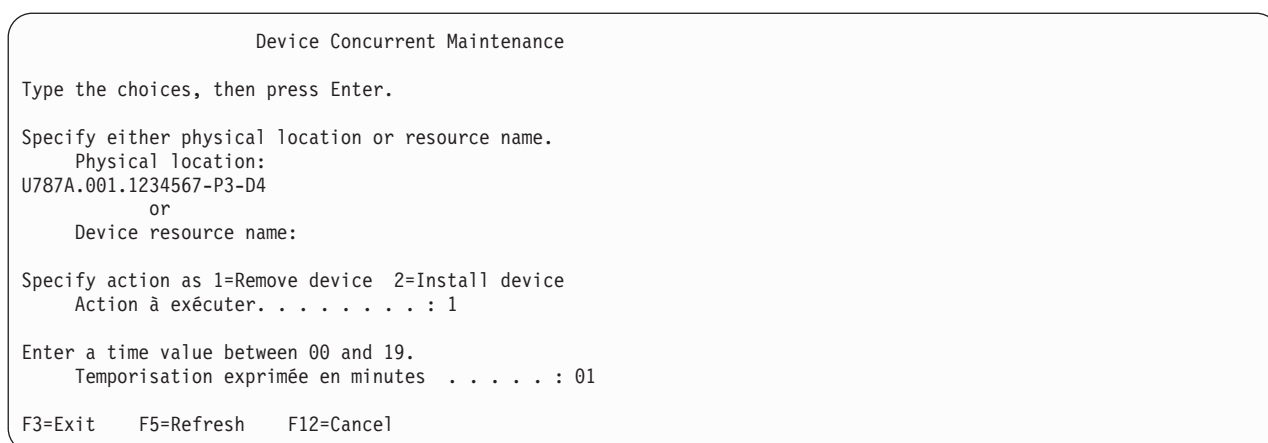

Figure 78. Exemple d'écran Device Concurrent Maintenance
- Si l'emplacement physique ne figure pas dans l'écran Device Concurrent Maintenance, tapez l'emplacement physique de l'unité de disques à remplacer, comme indiqué dans l'exemple précédent (voir figure 78).